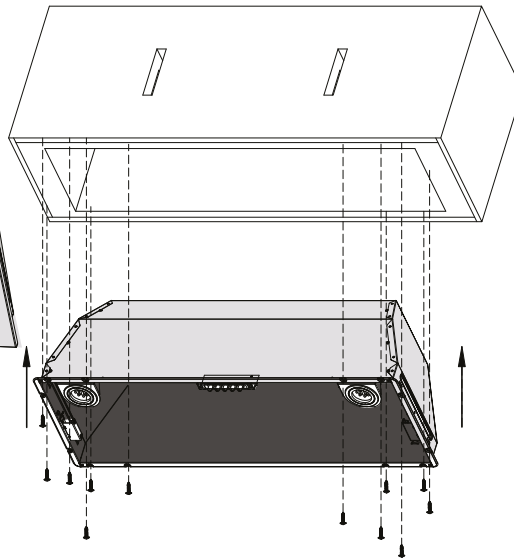

Figure 22
- Utiliser 12 vis pour installer la hotte sous l'armoire (figure 22).